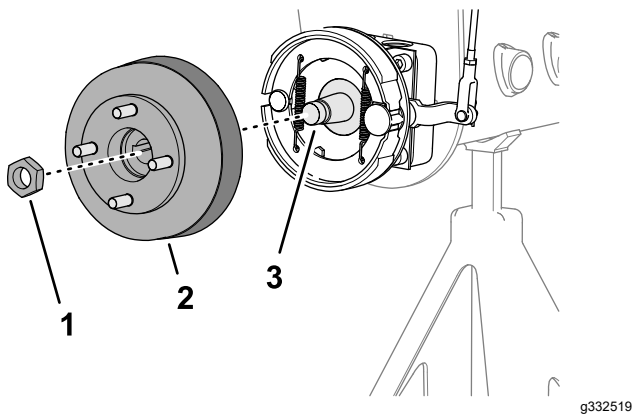
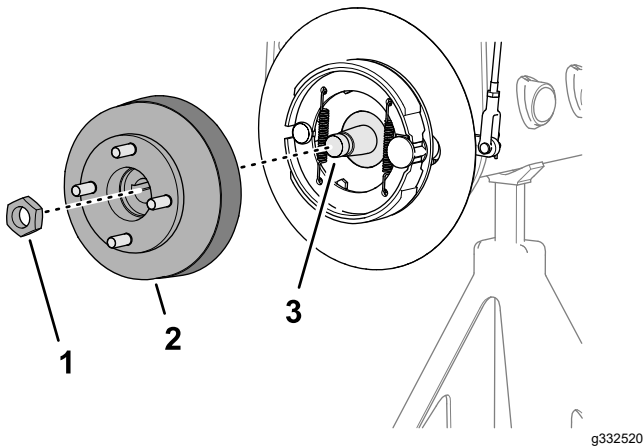

图 73
图 74
3. 将轮毂和制动鼓组装到车轮马达轴上图 73 或图 74。
- 4. 用锁紧螺母将轮毂固定到轴上图 73或图 74 并用手拧紧。